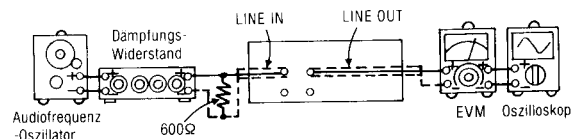

Abb. 3
1. Der Testaufbau ist in Abb. 3 gezeigt.
5. Falls sie nicht dem Standard-Wert entspricht, ist der VR5 (linker Kanal) [[VR6 (rechter Kanal)]] für Deck B und den VR7 (linker Kanal) [[VR8 (rechter Kanal)]] für Deck A zu justieren, und dann sind die Schritte (2), (3) und (4) zu Wiederholen, bis die Ausgangsleistung dem Standard-Wert entspricht.